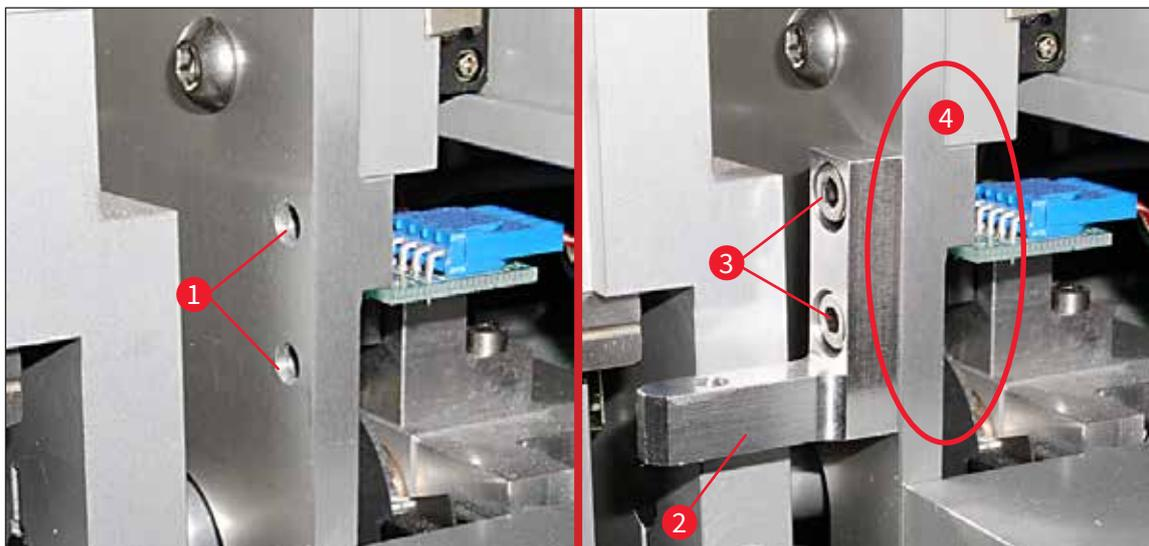

图 21
2. 首先,用两个螺丝 (→ 图 21-3) 将安装托架 (→ 图 21-2) 固定在机箱壁 (→ 图 21-4) 的孔 (→ 图 21-1) 中。确保安装托架和机箱壁的边缘平行 (椭圆框, (→ 图 21))。
2. 如果样品载玻片的边缘触碰到刷架盖, 可松开机箱壁上的螺丝 (→ 图 21-3) 进行微调 (→ 图 21)。为此, 要利用孔中的间隙。